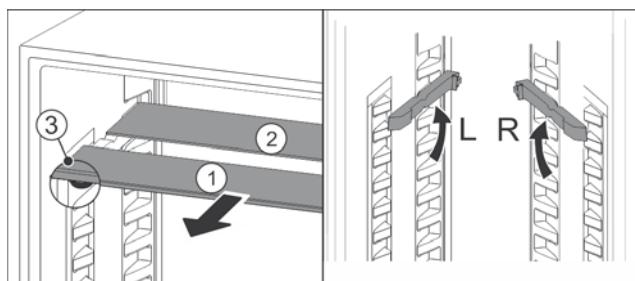

Fig. 43
- По одной извлеките Fig. 43 (1) стеклянные панели движением вперед.
- Стеклянная панель Fig. 43 (1) с декоративной планкой лежит спереди.
- Стопоры Fig. 43 (3) показывают вниз.